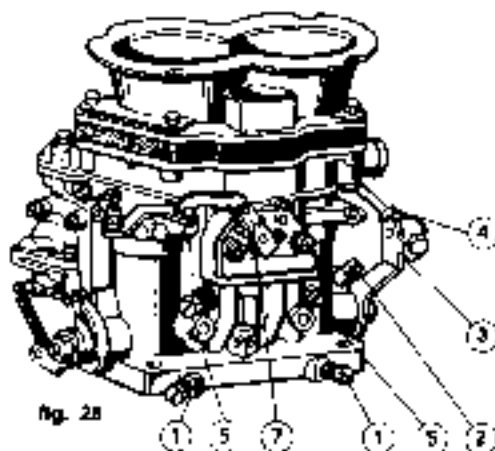

fig. 28
- 4 - Svitare la vite registro farfalla (2, fig. 28), sverilarla fino a leggero contatto con la leva ed avvitare ancora di un giro.
- 5 - Allentare il controdado della vite registro aria (5, fig. 28) ed avvitare a fondo, senza forzare, lasciando poi lento il controdado.
- 6 - Avvitare a fondo la vite miscela minima (1, fig. 28), senza forzare, quindi sverilarla di un giro e mezzo.
- 4 - Desserrer la vis de réglage papillons (2, fig. 28), la revisser jusqu'à ce qu'il ait un léger contact avec la levier et donner un autre tour de vis.
- 5 - Desserrer le contre-écrou de la vis de réglage air (5, fig. 28) et visser à fond, sans forcer, en laissant le contre-écrou un peu lâche.
- 6 - Visser à fond la vis mélange ralenti (1, fig. 28), sans forcer; la dévisser ensuite d'un tour et demi.
- 4 - Unscrew throttle adjusting screw (2, fig. 28), screw it again till it comes slightly into contact with lever and screw it one turn more.
- 5 - Slacken the counter nut of air adjusting screw (5, fig. 28) and screw throughly leaving unfastered the counter-nut.
- 6 - Screw throughly idler fuel mixture screw (1, fig. 28) without tightening, then unscrew 1 1/2 turn.
a - Se i valori di depressione nei due condotti di un carburatore sono uguali, allacciare i contro-dadi della vite (5, fig. 28); in caso contrario svitare la vite di regolazione dell'aria di compensazione (5) corrispondente al cilindro il cui valore di depressione risulta più basso, fino a raggiungere lo stesso valore del cilindro corrispondente all'altro condotto del medesimo carburatore. Bloccare poi i contro-dadi.
b - Equilibrare la depressione fra i tre carburatori agendo sulla vite (2, fig. 28).
c - Agire sulla vite regolatore miscela minimo (1, fig. 28) fino ad ottenere, cilindro per cilindro, la dose ottimale del litro di miscela. Nell'eventualità che, effettuate le operazioni (b, c), venisse alterata l'equilibratura fra i carburatori, è necessario ripetere le operazioni (a, b).
a - Si les valeurs de dépression dans les deux conduits d'un carburateur sont égales, bloquer les contre-écrous de la vis (5, fig. 28); dans le cas contraire, desserrer la vis de réglage de l'air de compensation (5) correspondant au cylindre dont la valeur de dépression est la plus basse, jusqu'à atteindre la même valeur que celle du cylindre correspondant à l'autre conduit du même carburateur. Bloquer les contre-écrous.
b - Equilibrer la dépression entre les trois carburateurs en agissant sur la vis (2, fig. 28) (Le Synchro-Test doit donner la même chose sur chaque carburateur) de façon à ce que le régime du moteur soit environ 800 tours'.
c - Agir sur les vis de réglage mélange minimum (1, fig. 28) jusqu'à obtenir, cylindre par cylindre, le dosage optimal du litre du mélange.
a - If the vacuum values in the two ducts of a carburetor are equal lock the counter nuts of screw (5, fig. 28); otherwise slacken air adjustment screw (5) corresponding to the cylinder where vacuum values is lower up to reach same value of the other cylinder then lock the counter nuts.
b - Adjust equally vacuum among the three carburetors by acting on screw (2, fig. 28); the synchro-test should report the same value with engine running at 800 r.p.m.
c - Operate on idle mixture adjusting screws (1, fig. 28) until the optimum mixture strength has been obtained for each cylinder.
a - Se le depressioni nei due condotti di un carburatore sono uguali, bloccare i controdadi della vite (5, fig. 28); in caso contrario svitare le vite (5) di regolazione dell'aria di compensazione corrispondente al cilindro il cui valore di depressione risulta più alto fino a raggiungere lo stesso valore del cilindro corrispondente all'altro condotto del medesimo carburatore. Bloccare poi i controdadi.
a - Si les valeurs de dépression dans les deux conduits d'un carburateur sont égales, bloquer les contre-écrous de la vis (5, fig. 28); dans le cas contraire, desserrer la vis de réglage de l'air de compensation (5) correspondant au cylindre dont le valeur de dépression est la plus élevée, jusqu'à atteindre la même valeur que celle du cylindre correspondant à l'autre conduit du même carburateur. Bloquer les contre-écrous.
a - If vacuum in the two ducts of a carburetor are equal, lock the counter nut of screw (5, fig. 28); otherwise unscrew the air adjusting screw (5) corresponding to the cylinder where the vacuum value is higher, in order to reach the same value of the cylinder corresponding to the other duct of the same carburetor. Lock the counter nuts.
b - Operando con una sola serie di vuotometri equilibrare la depressione fra i tre carburatori agendo sulla vite (2, fig. 28) (i tre vuotometri devono indicare lo stesso valore) in modo che il regime del motore sia di circa 800 g'.
c - Agire sulle viti registro miscela minimo (1, fig. 28) fino ad ottenere, cilindro per cilindro, l'ottima dosatura del titolo della miscela. Nell'eventualità che, effettuata le operazioni (b, c), venisse alterato l'equilibrio dei vuotometri, è necessario ripetere le operazioni (a, b).
e - Sostituire i raccordi dei vuotometri con i tappi filettati (A, fig. 28) e rimontare il filtro aria.
b - En opérant qu'avec une seule série de vuomètres équilibrer la dépression entre les trois carburateurs en agissant sur la vis (2, fig. 28) (les trois vuomètres doivent donner la même valeur) de façon à ce que le régime du moteur soit environ 800 tours'.
c - Agir sur les vis de réglage mélange minimum (1, fig. 28) jusqu'à obtenir, cylindre par cylindre, le dosage optimal du titre du mélange.
e - Remplacer les raccords des vuomètres par les bouchons filetés (A, fig. 28) et remonter la filtre à l'air.
b - By operating with only one set of vacuum-gauges, adjust the vacuum value among the three carburetors acting with screw (2, fig. 28) - (the three gauges must indicate the same value - to that the engine is running at 800 r.p.m. approx.
c - By acting with the idle adjustment screws (1, fig. 28) each cylinder, reach the optimum mixture strength. After operations (b, c) the tuning of the gauges is altered, it is necessary to repeat operations (a, b).
e - Replace the gauges pipes with the plugs (A, fig. 28) and remount the air filter.